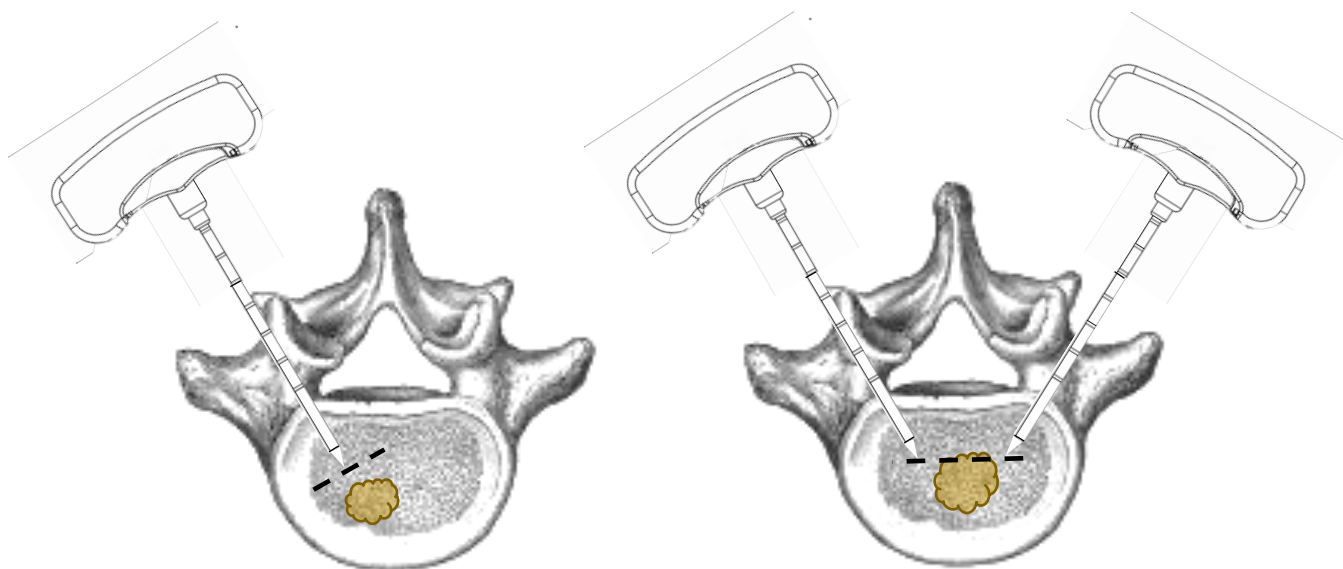

Figura 11 - Accesso ai confini posteriori
- I confini posteriori in caso di accesso singolo o doppio sono mostrati nella Figura 11.